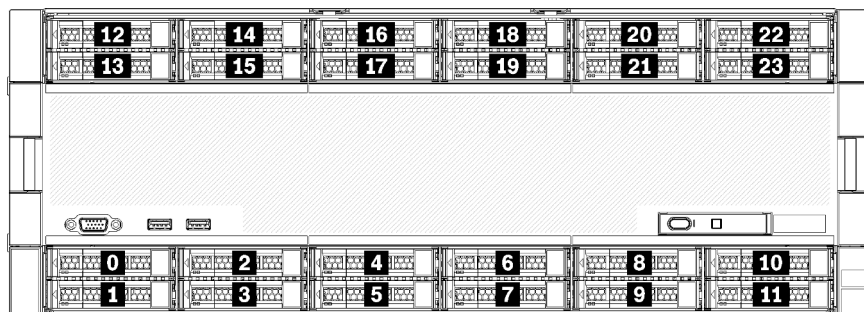

Figura 7. Locais do compartimento de unidade
- As duas unidades superiores oferecem suporte a unidades SAS, SATA ou de interface de NVMe (Lenovo AnyBay). O servidor pode oferecer suporte a até 12 unidades NVMe, dependendo da configuração do servidor. Os compartimentos de unidade NVMe são os compartimentos com numeração par, conforme mostrado em Figura 7 "Locais do compartimento de unidade" na página 19.